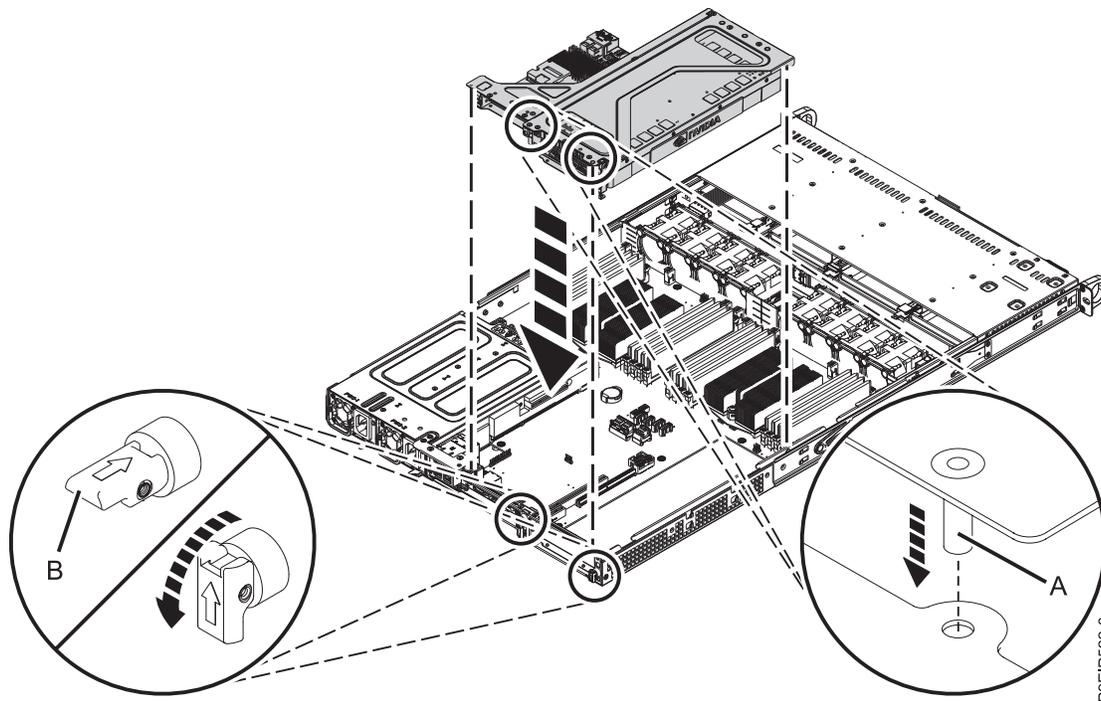

図 49. PCIe ライザーの再取り付け
- f. PCIe アダプター・ライザーとそれに収容されている PCIe アダプターをシステム・バックプレーンにはめ込みます (図 49 を参照)。
- 1) PCIe ホルダー解放ピン (B) が引っ込められ、矢印がシステムの方を指していることを確認します。
- 2) 位置合わせピン (A) とスロットを使用して、PCIe ライザー・カードを正しく挿入します。
- 3) PCIe ホルダー解放ピン (B) をリセットして、PCIe アダプター・ライザーを固定します。